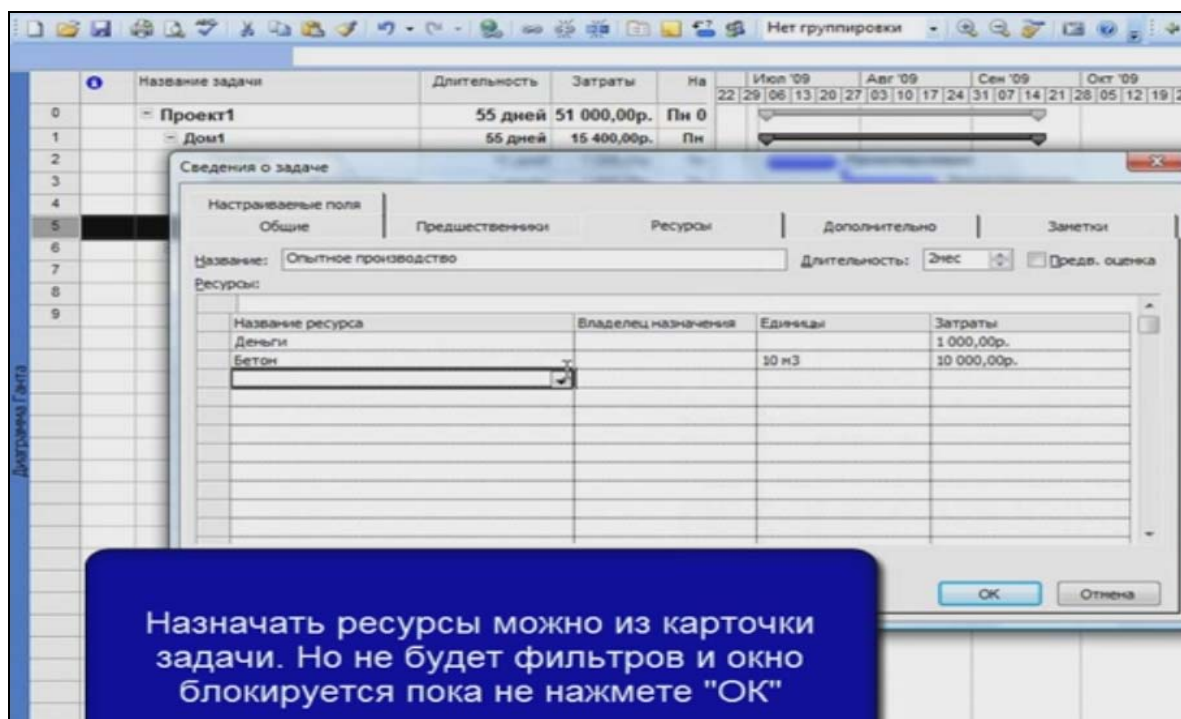

Рисунок 16 – Назначение ресурса из карточки задачи
1. Вызываем окно **карточки задачи**. Выбрать из списка – ресурс, задать единицу измерения, подтвердить действие «Ок». В стоимости добавились расходы (рис. 16).